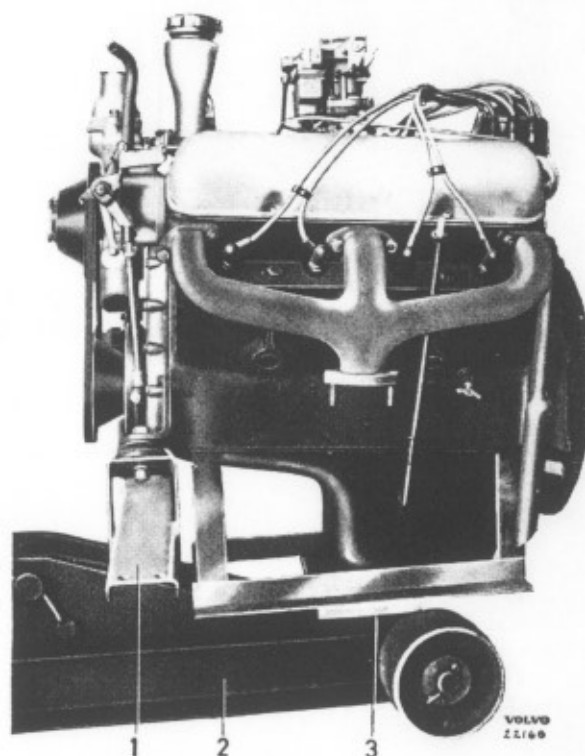

Bild 1-25. Demontering av motor
7. Lyft vagnens framända med lämplig anordning, bild 1-26, så högt att motorn kan dragas fram. Drag fram motorn, bild 1-25. Chassivikten i framändan utan motor är ca 1700 kg. Om verkstaden ej har sådan lyftanordning som visas på bilden kan domkraft tillsammans med en avpassad tvärbalk under ramen, bakom framvagnen, användas. Se därvid till att kraftöverföringen ej kläms.